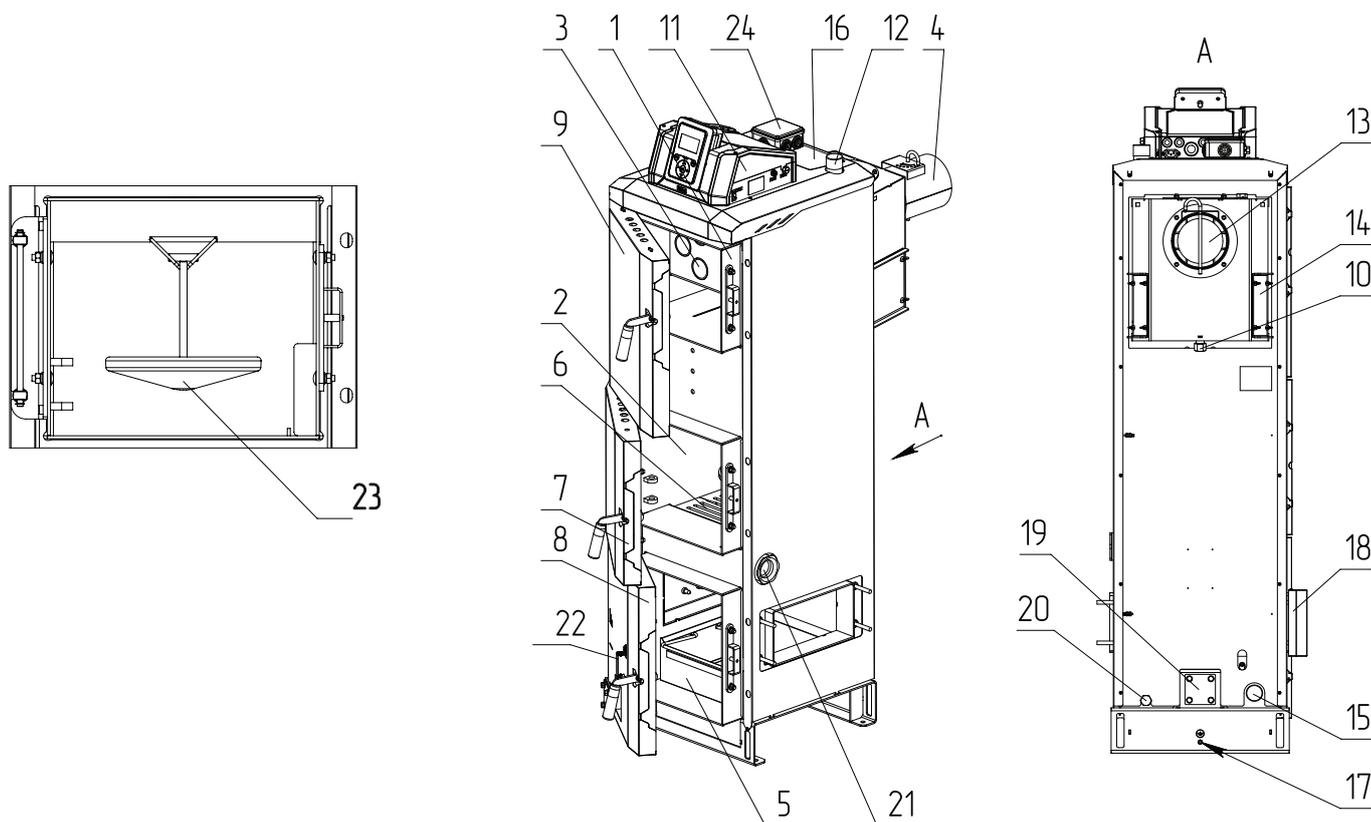

Рис.2 Конструкция теплообменника котла ZOTA Pellet Black
- Эксплуатировать котел без установленного зольного ящика (**Рис.2, поз.4**);